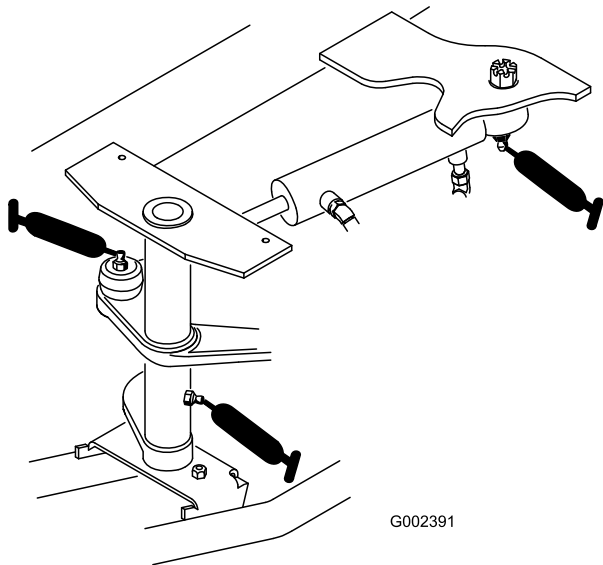
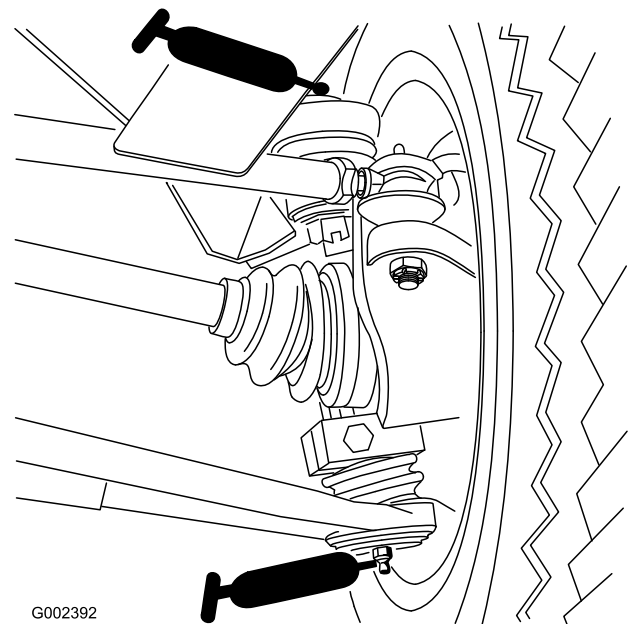
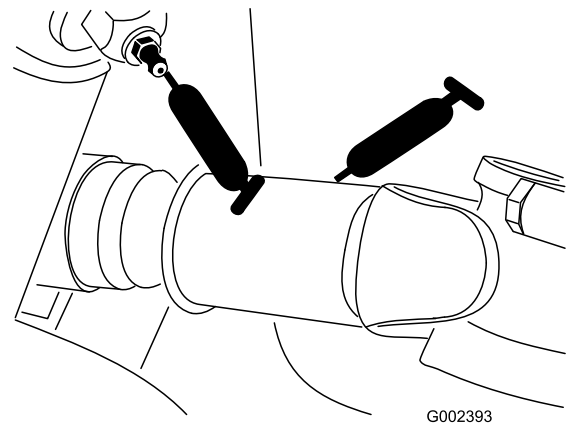

Figura 41
Figura 42
Figura 43
La ubicación y el número de puntos de engrase se indican a continuación: Biela de dirección (1) y extremos de las articulaciones esféricas de dirección (2) (Figura 41), extremos de los tirantes (4) (Figura 42), articulaciones esféricas delanteras (4) (Figura 42), ejes de tracción traseros (18) (Figura 43), pivotes de los pedales (3) (Figura 44), casquillos de giro delanteros (2) (Figura 45) y brazo del acelerador (1) (Figura 46).